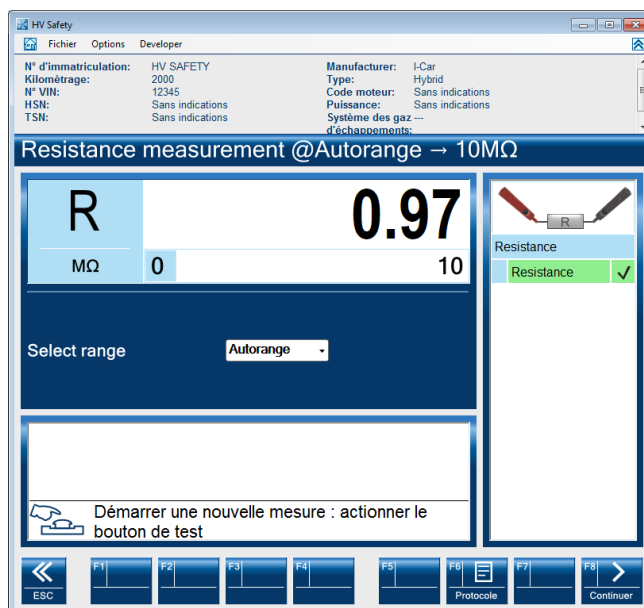

Fig. 3-8
6. Le résultat de mesure est affiché, voir fig. 3-8.